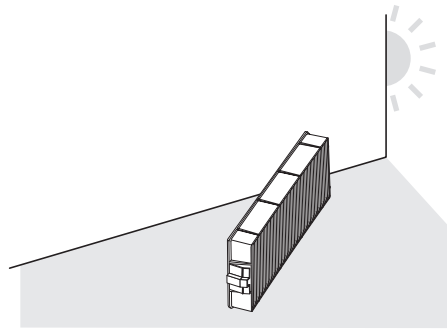

Figura 2
2) Seque la unidad de filtro de aire. (Figura 2)